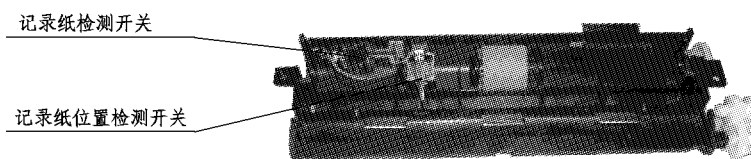

图7-18
- f) 用镊子拆卸和更换记录纸检测开关、记录纸位置检测开关（图7-18）。